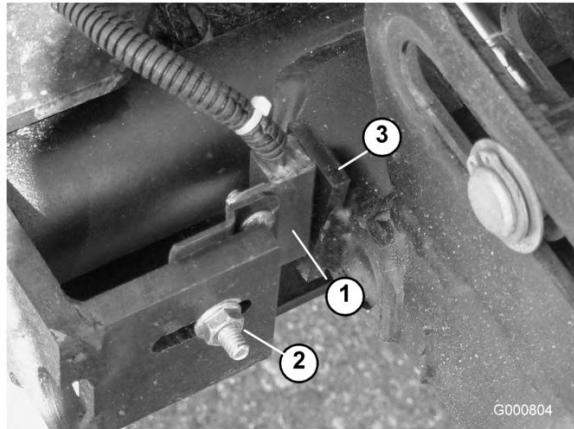

図 91
- ・ 昇降アームのスイッチのブラケットを4番、6番または7番昇降アームに固定しているキャリッジ・ボルトのナット(図 91)をゆるめる。図は4番昇降アームである。